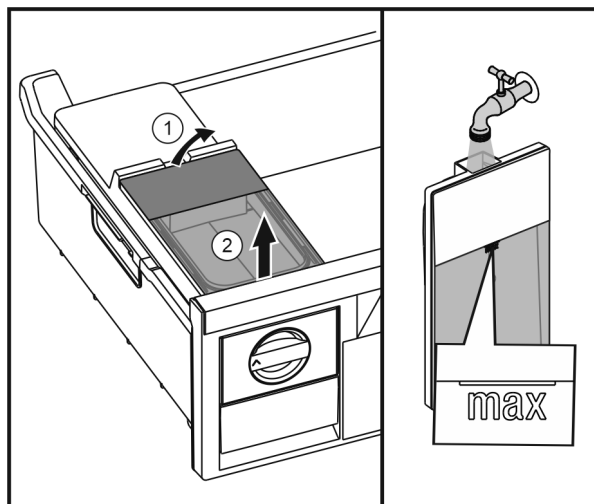

Fig. 55
- ▶ Podnieść zbiornik wody od tyłu Fig. 55 (1) i wyjąć go do góry Fig. 55 (2).